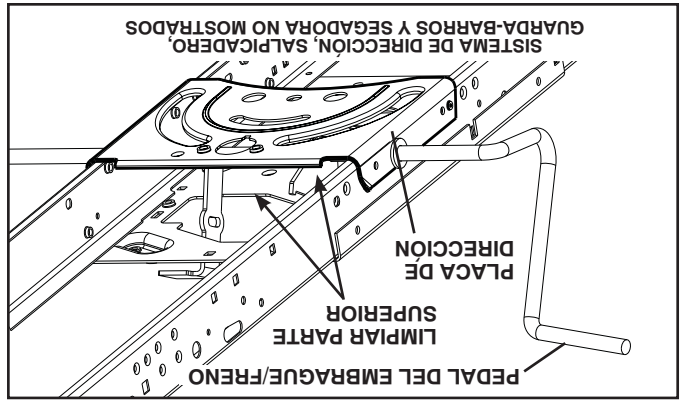

Fig. 21
- Limpie los desechos de la placa guía. Los desechos pueden limitar el movimiento del eje del pedal del freno/embrague, lo que hará que patine la correa y que se pierda la tracción (Vea Fig. 21).